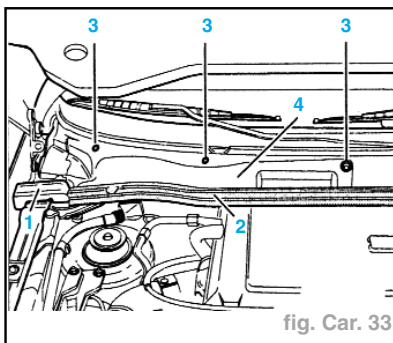

fig. Car. 33
- Retirer la fermeture (1) (fig. Car. 33).
- Retirer sur le cache du caisson d'eau droit le joint en caoutchouc (2) par le haut en direction du milieu du véhicule.
- Dévisser les trois vis (3) et retirer le cache du caisson d'eau (4).
- Appuyer sur les languettes (A) du corps de filtre dans le sens de la flèche et
- Reposer le cache du caisson d'eau (4) et le fixer à l'aide des trois vis (3) (fig. Car. 33).
- Replacer le joint caoutchouc (2).
- Mettre en place la fermeture (1).